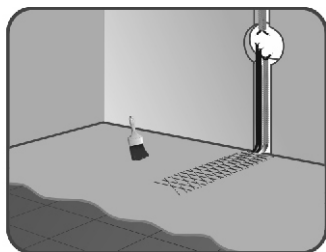

Рисунок 2
8. Подготовленную поверхность рекомендуем покрыть грунтовкой глубокого проникновения. Сильно впитывающие поверхности грунтуются два раза. Дайте поверхности высохнуть (рисунок 2).